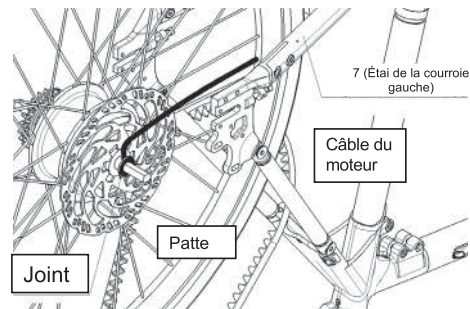
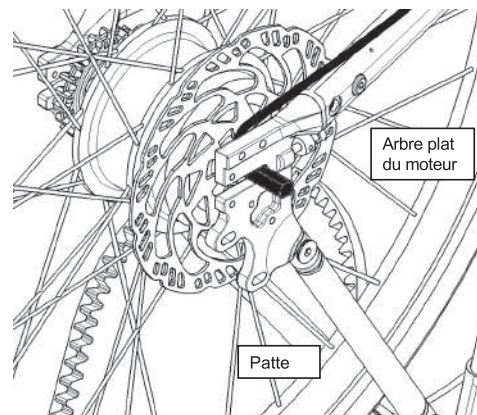

Figure 29-2.
Figure 29-3.
- La direction de la ligne du moteur de la pièce 17 est du même côté que la pièce 7, la position d'ouverture de la ligne du moteur est vers le haut, et le joint dans la direction de la ligne du moteur doit être sur l'intérieur de la patte de la pièce 7, comme indiqué sur la Figure 29-2. Observez l'arbre de la pièce 17, placez l'arbre plat du moteur vers le haut dans la patte de la pièce 7 et de la pièce 8, et poussez-le jusqu'à l'extrémité de la patte, comme le montre la Figure 29-3.